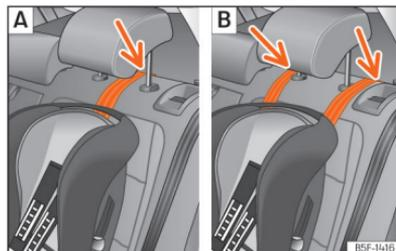

Fig. 40 Bancos traseiros: ajuste e montagem em função do cinto Top Tether.
- Coloque a correia por baixo do encosto de cabeça (em função das instruções da própria cadeira, levante ou retire o encosto de cabeça se for necessário) »» **Fig. 40.**